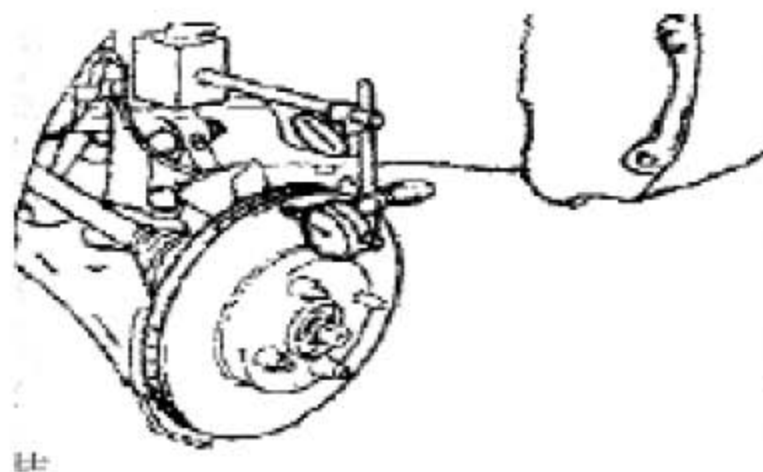

图 3—19
- 用百分表，在距制动盘外缘 10mm 处测量制动盘的摆动，如图3—19所示。制动盘最大摆动： 0.05mm 。